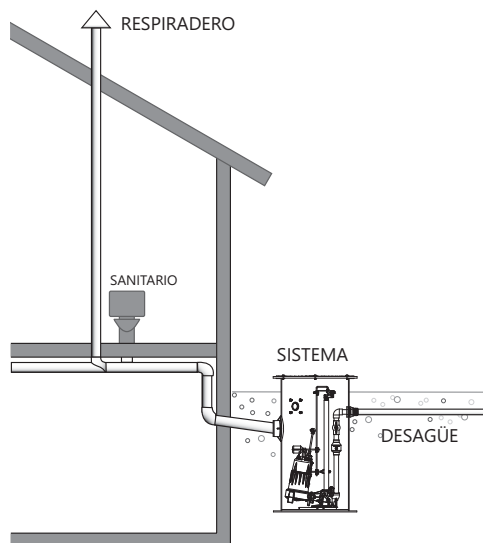

Figura 10. Ejemplo de método de ventilación alternativo
- B. **Ventilación:** en los modelos de descarga vertical de las series Pro370 y 380, se proporciona una conexión roscada de 2" o 3" en la parte superior de la cubierta. La ventilación se debe canalizar a la ventilación existente del edificio, o extenderse afuera en su propio tubo vertical. En los sistemas de descarga vertical y lateral, el tamaño de ventilación debe ser de acuerdo con los códigos aplicables, pero no menor que el tamaño de descarga. Vea la Figura 10 un ejemplo de ventilación a través de la tubería de entrada como una solución alternativa.